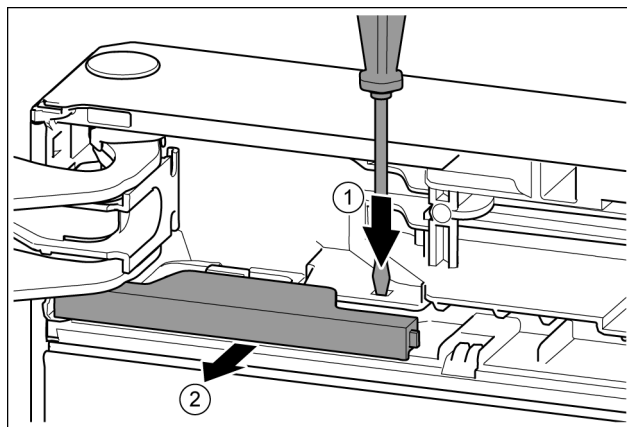

Fig. 12
- ▶ Lip met de sleufschroevendraaier indrukken. Fig. 12 (1)
- ▶ Afdekking uit de vergrendeling trekken. Fig. 12 (2)